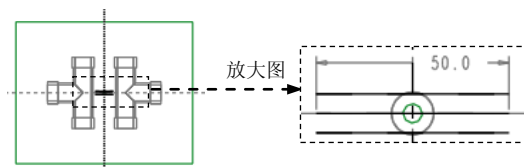

图 15.9 截面草图
Step5. 绘制截面草图。进入草绘环境后，绘制图 15.9 所示的截面草图(即一条中间线段)。完成特征截面的绘制后，单击“草绘”操控板中的“确定”按钮。